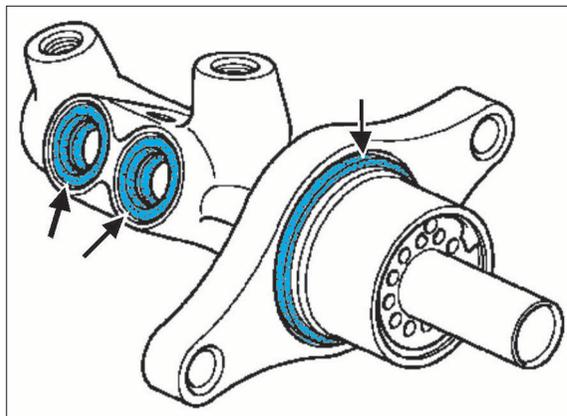

FIG. 23
- remonter impérativement les joints du maître-cylindre (Fig.23).
- serrer la vis (7) à 0,85 daN.m.
- serrer les écrous (4) à 2,5 daN.m puis les raccords (3) à 1,7 daN.m.